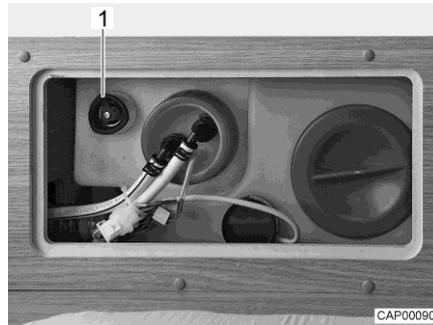

Bild 91 Wassertank mit Drehgriff
- Auf dem Wassertank den Drehgriff (Bild 91,1) entgegen dem Uhrzeigersinn über den Widerstand hinaus bis zum Anschlag drehen, um die Ablauföffnung vollständig zu öffnen.